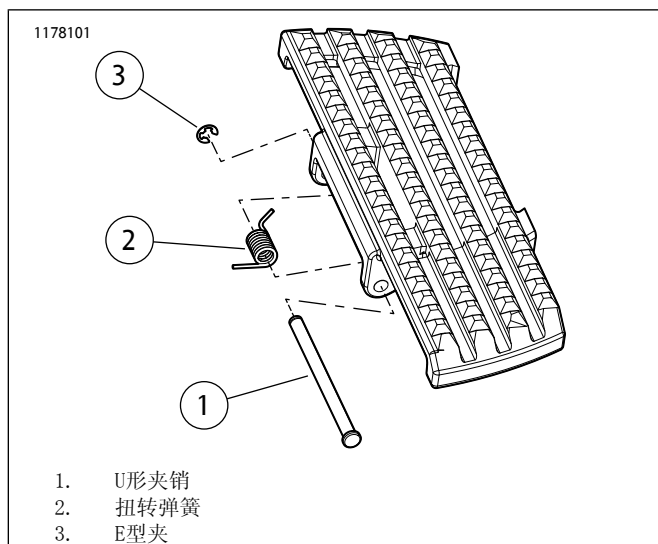

图2。安装骑手脚踏板
1. 套件50500869、50500872：参见图2。拆下脚踏板。
2. 参见图2。安装脚踏板。